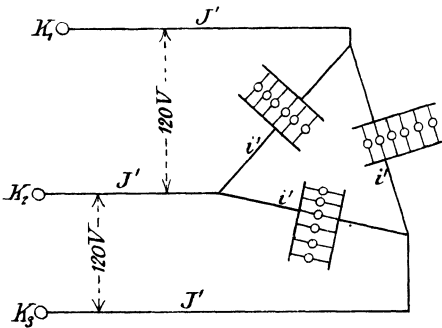

Fig. 133.
- b) die Stromstärke in den Lampen, wenn dieselben in Dreieckschaltung verbunden sind (Fig. 133).